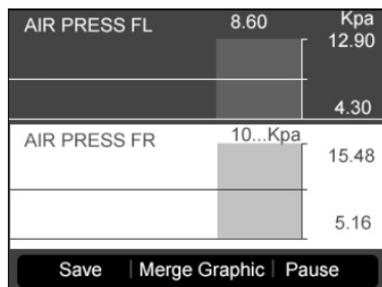
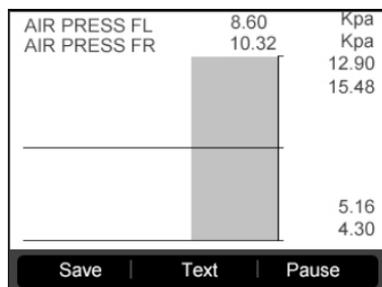

Figura 4.33
Figura 4.34
- Quando i dati del sensore vengono visualizzati sotto forma di grafico, lo strumento presenta due opzioni aggiuntive. **Due grafici** e **Unisci grafico** La prima opzione visualizza due grafici sulla stessa schermata (figura 4.33), mentre la seconda unisce due grafici in uno solo. (Figura 4.34)